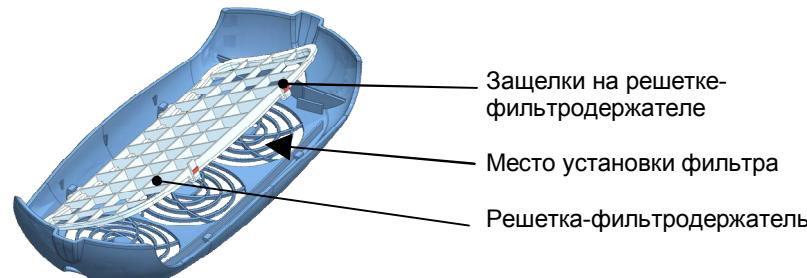

Рис.7
- Снять решетку – фильтродержатель, одновременно нажав по направлению к центру решетки на защелки, расположенные на решетке - фильтродержателе (рис.7), и вынуть использованный фильтр, соблюдая правила обращения с инфицированными материалами.
- Установить новый фильтр, закрепив его решеткой-фильтродержателем на защитной решетке рециркулятора (рис.7).